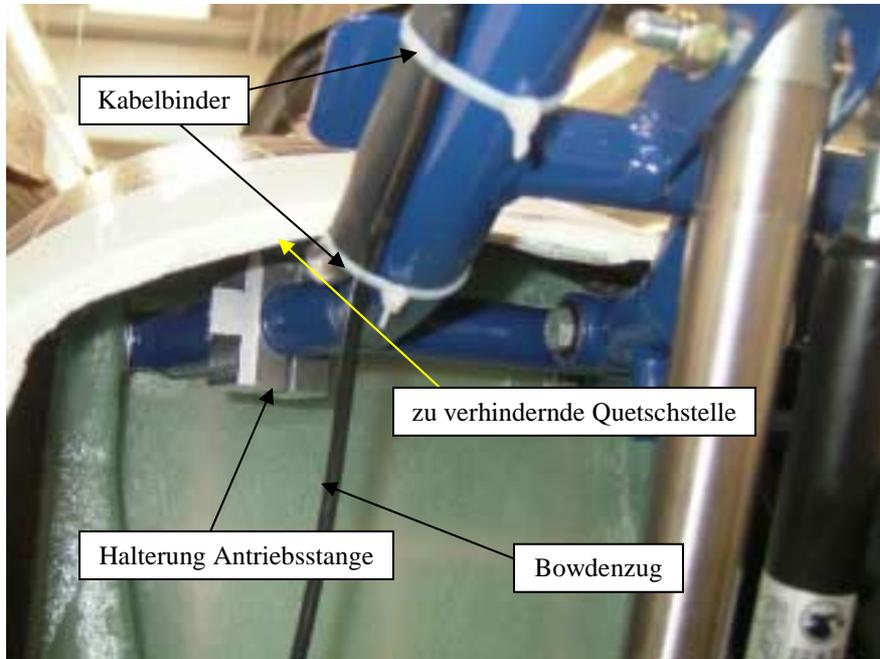

Abbildung 9 Blickrichtung ist Flugrichtung von Motorraum zum hinteren Hauptspant
- Bei ausgefahrenem Motor darf der Kabelbaum nicht gequetscht werden (siehe Abbildung 9), falls nötig Kabelbinderpositionen verschieben